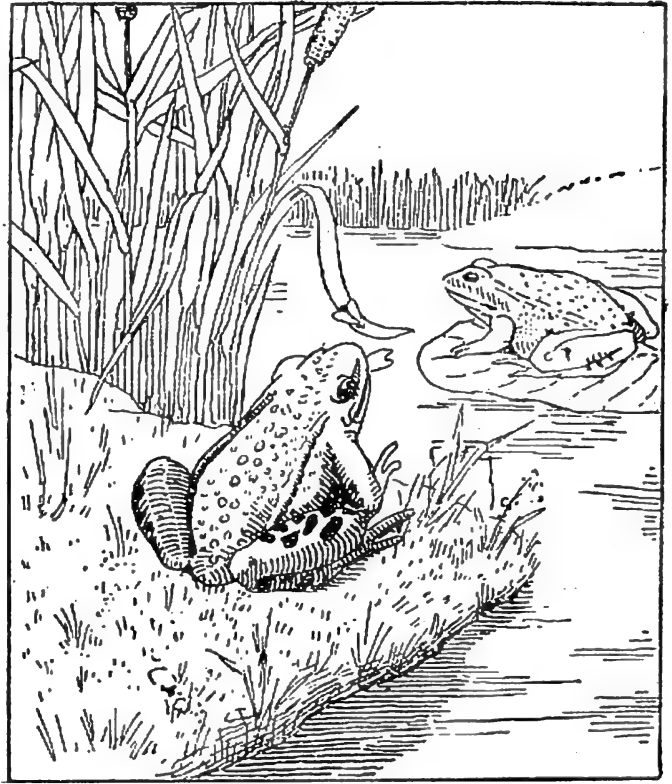

Fig. 4. — Une grenouille capturant une mouche : remarquer la forme de la langue.
**2. Le corps de la grenouille.** — Avez-vous remarqué l'attitude de la grenouille au repos (*fig. 4*)? Elle semble être assise, le corps oblique, la tête haute.
**8. Comment vit la grenouille.** — Elle se nourrit d'insectes, de larves, de vers qu'elle capture d'une façon singulière : sa langue, large et visqueuse, est attachée, non au fond de la bouche, mais en avant (*fig. 4*) ; elle se rabat sur la proie, l'englu